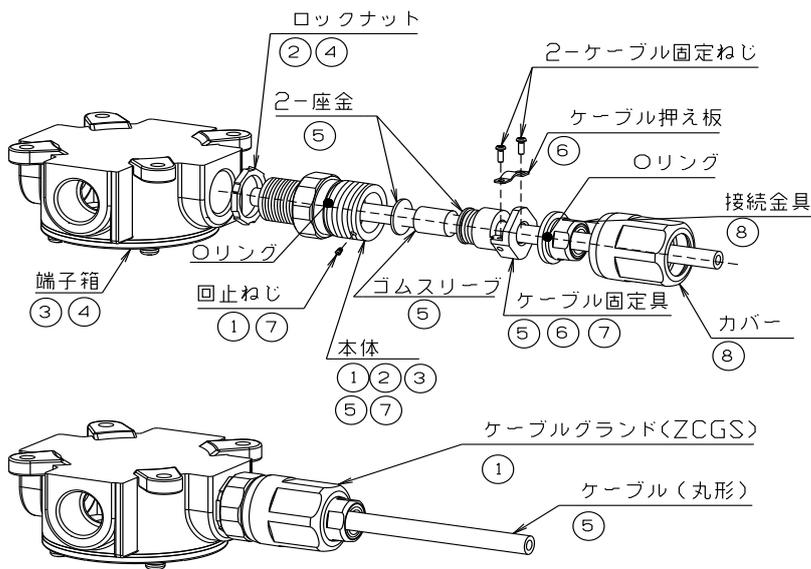

図7
■ケーブルグラントの取付け(図7:ZCGS-22Bの例です。)
① ケーブルグラントを図7のように分離し、ケーブルをケーブルグラントに「カバー、接続金具、ケーブル固定具、座金、ゴムスリーブ、座金、本体、ロックナット」の順に通してください。